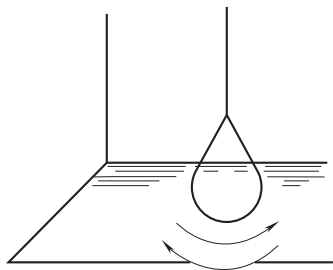

图 10-9 电缆形状的复原
(1) 以滚动方式展开电缆，切勿从卷盘的侧边或从电缆卷中将电缆拉出。
(2) 为了防止电缆悬挂后的扭曲，圆形电缆在安装于轿厢侧以前，必须要悬挂数个小时。悬吊时，与井道底坑地面接触的电缆下端必须形成一个环状而被提高，使其离开底坑地面，如图 10-9 所示。